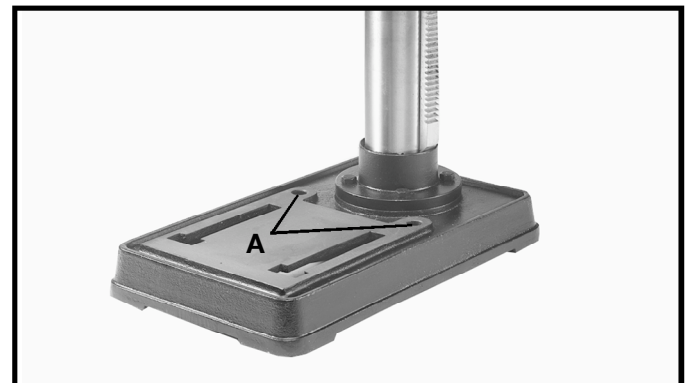

Fig. 17
Si existe cualquier tendencia por parte de la taladradora en volcarse, deslizarse o "caminar" sobre la superficie de apoyo, la base de la taladradora debe ser afianzada a la superficie de apoyo a través de los dos agujeros (A) Fig. 17 localizados en la base de la taladradora.